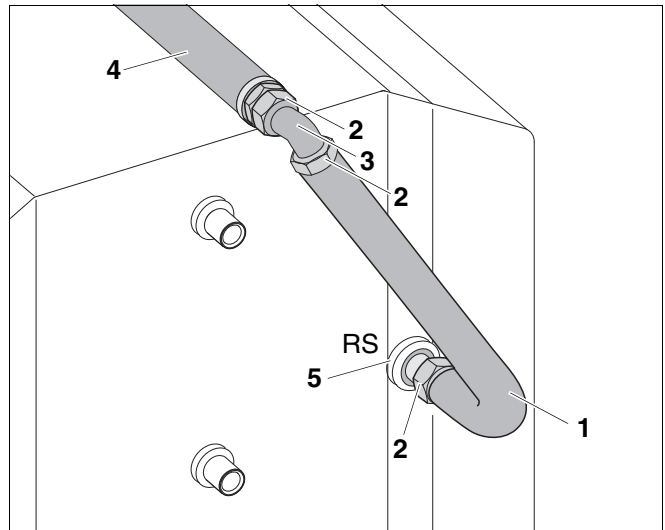

Рис. 10 Монтаж трубопроводного соединения к обратной линии бака-водонагревателя
- Вложите уплотнение (рис. 10, **поз. 2**) в накидную гайку монтируемой трубы RS (рис. 10, **поз. 4**) и соедините с ней уголок G 1 (рис. 10, **поз. 3**).
- Вложите уплотнение (рис. 10, **поз. 2**) в накидную гайку на длинной части трубы RS (рис. 10, **поз. 1**) и соедините с уголком (рис. 10, **поз. 3**).
- Вложите уплотнение (рис. 10, **поз. 2**) в накидную гайку на короткой части вертикальной трубы RS (рис. 10, **поз. 1**) и соедините трубу RS с обратной линией бака.